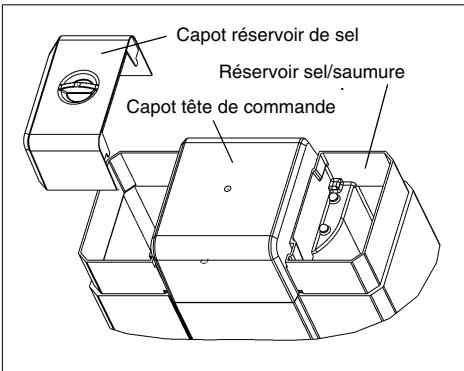

Fig. 11 : Capots des réservoirs de sel enlevés
- Enlever les deux capots des réservoirs de sel (cf. fig. 11).
- Enlever le capot de la tête de commande (cf. fig. 11). Il se peut que le capot soit vissé. Dans ce cas, dévisser tout d'abord les deux vis.